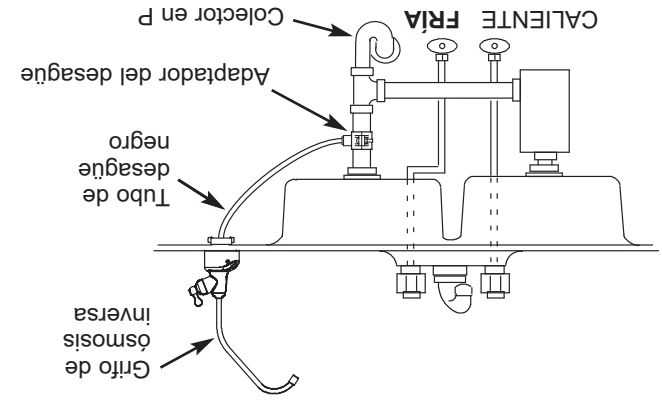

FIG. 9
El adaptador de desague que se incluye con su sistema de ósmosis inversa se ha diseñado para encajar alrededor de una tubería de desague estándar de 1-1/2 pulg. de D.E. En el siguiente procedimiento, instalará el adaptador de desague encima (o antes) del colector en P. Vea la Fig. 7 y la Fig. 9. Cerciórese de cumplir con los códigos locales de plomería.
1. Pruebe el ajuste de las dos mitades del adaptador de desague sobre la tubería de desague del fregadero, aproximadamente 6 pulg. (15 cm) arriba del colector en P (vea la Fig. 8). Compruebe que la unión de acoplamiento rápido quede orientada hacia el grifo de ósmosis inversa (vea la Fig. 9).